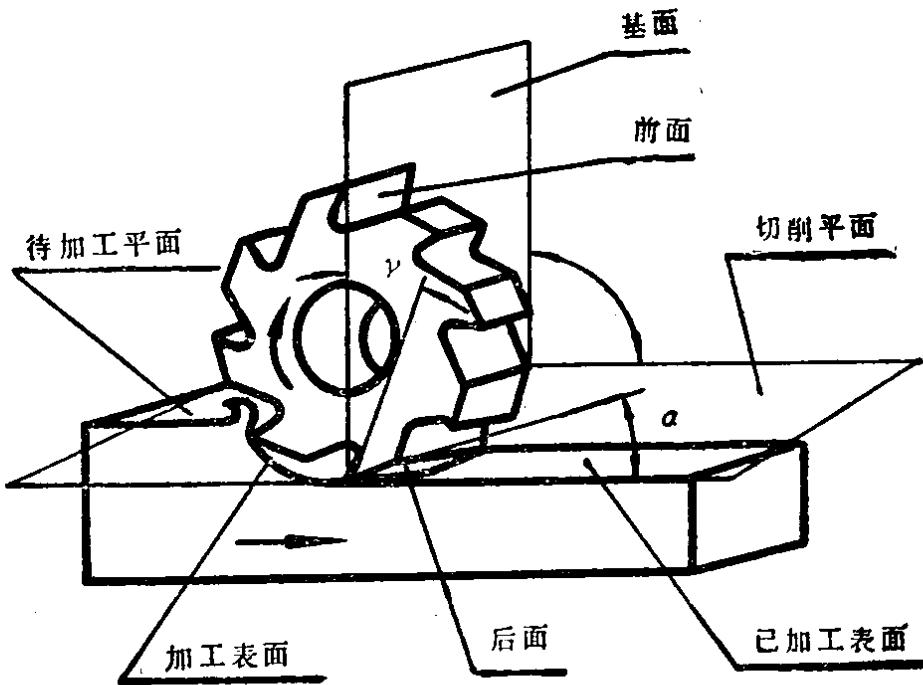

图2
(1) 前角——基面与前面的夹角，用 γ 表示，如图2所示。
(2) 后角——后面与切削平面的夹角，用 α 表示，如图2所示。